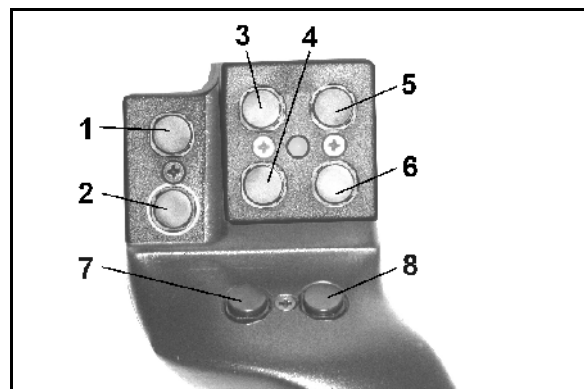
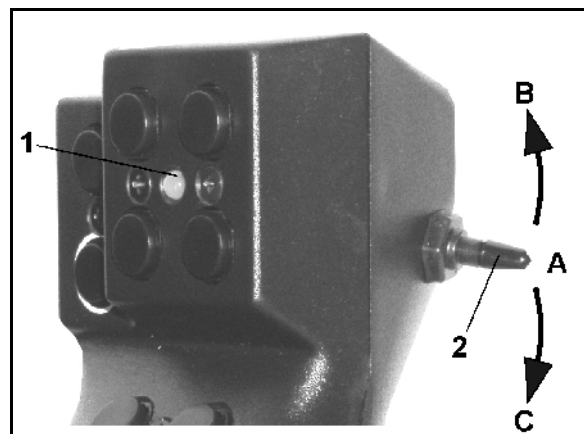

Fig. 71
Fig. 72
Ved betjening av **AMATRON⁺** har multifunksjonsspaken (Fig. 71) 8 tastar (1 - 8) til disposisjon. I tillegg kan man ved hjelp av bryteren (Fig. 72/2) endre konfigurasjon av tastene i tre ulike modi.
- midtstilling (Fig. 72/A) og kan stilles
- oppover (Fig. 72/B) eller
- nedover (Fig. 72/C).
Bryterstillingen vises i form av en LED-lampe (Fig. 72/1).